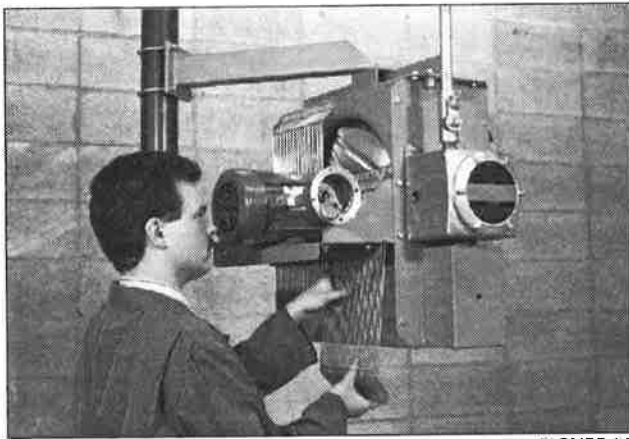

FIGURE 14
3. Enlever les deux parties de l'ensemble grille de protection (voir figure 14).